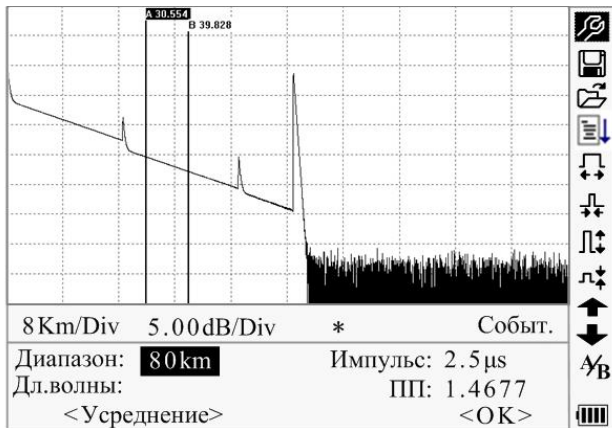

Рисунок 4-9. Видоизменение результатов измерений при тестировании в реальном времени
2. Используйте клавиши ◀ и ▶, чтобы выделить параметр, подлежащий изменению (рисунок 4-9), а затем нажмите **Enter**.